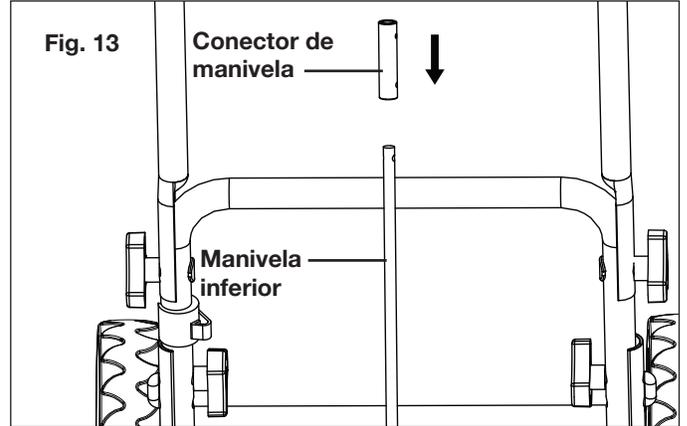

Fig. 13
4. Deslice el conector de manivela por la parte superior de la manivela inferior (Fig. 13).